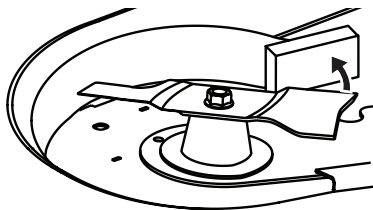

Figure 62
1. Empêchez la lame de tourner dans le sens antihoraire pendant l'entretien en plaçant un bloc de bois entre la lame et le carter du plateau de coupe (Figure 62), ou enroulez un chiffon autour d'une extrémité de la lame et portez des gants épais pour saisir fermement la lame.